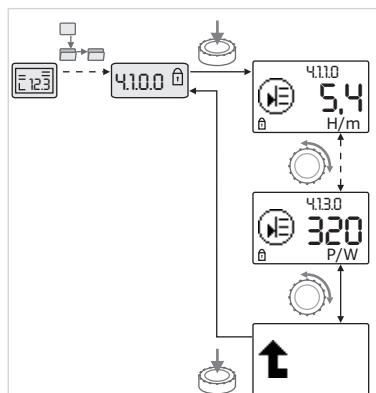

Fig. 39: Tietojen hakeminen näyttöön
- Käyttöpainiketta kiertämällä valitaan "Tietoja"-tyypin valikko-osia tämänhetkisistä alavalikoista (katso Fig. 39). Symbolien esitettyjen säätöjen selitykset, katso taulukko luvussa 8.7 "Valikon osien viitteet" sivulla 96.